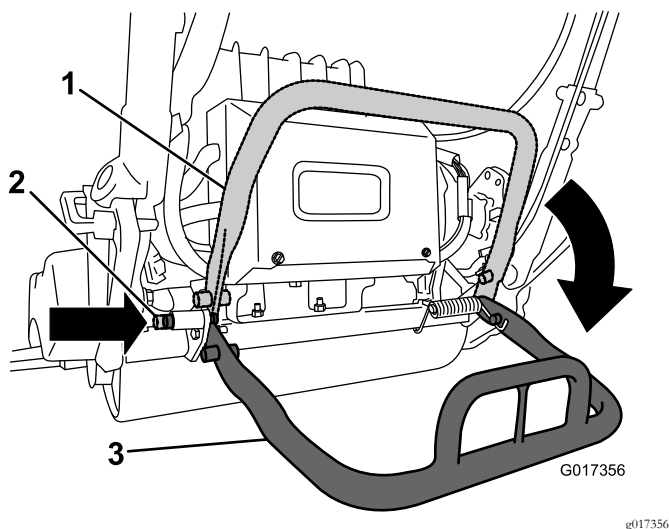

Bild 29
- Wenn Sie den Ständer zum Entfernen der Spindel verwenden, senken Sie ihn ab und drücken den Arretierstift ein, um den Ständer in der Wartungsstellung zu arretieren (Bild 29).